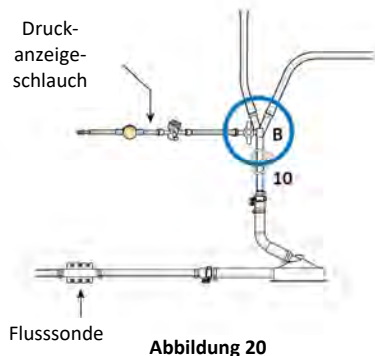

Abbildung 20
- (a) Bringen Sie den Druckzeigeschlauch vor der Pumpe (zum Messen von Unterdruck-Pumpensaugkraft) an Absperrhahn „B“ an, und füllen Sie ihn vor, siehe Abbildung 20.